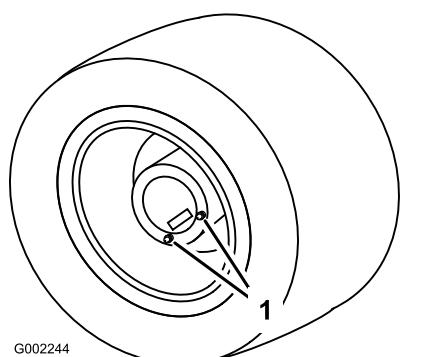

Figura 76
1. Mueva la máquina a una superficie nivelada con las ruedas traseras posicionadas para el drenaje (Figura 76).
3. Coloque un recipiente debajo de los tapones de vaciado y retírelos de la rueda (Figura 76).